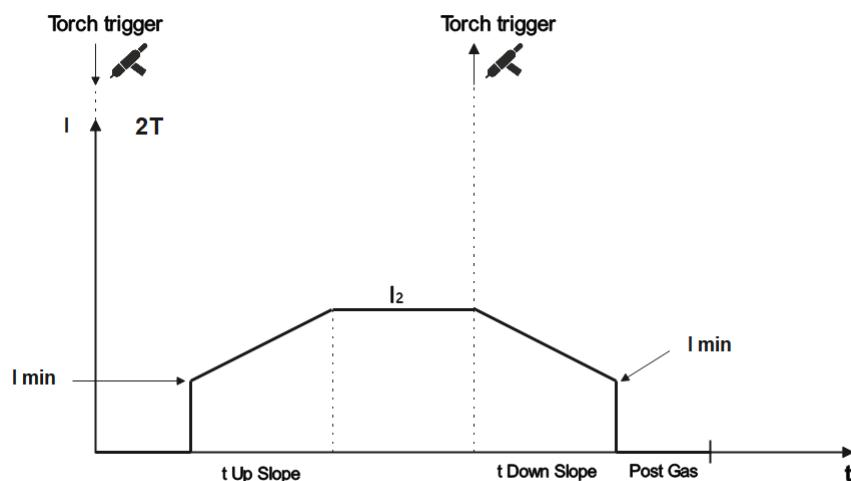

Fig 11.
* 2T – Quando o gatilho da tocha (Torch trigger) é pressionado, o gás começa a fluir até que o soldador faça a ignição pelo LIFTIG (ver Fig. 11) e o arco é estabelecido. A corrente sobe de acordo com o tempo de UPSLOPE para o valor ajustado de I_2 . Quando o gatilho da tocha é libertado, a corrente diminui de acordo com o valor de ajuste de DOWNSLOPE, o arco se extinguisse e o tempo do POST GAS comece.
** 4T - Quando o gatilho da tocha (Torch trigger) é pressionado, o gás começa a fluir até que o soldador faça a ignição pelo LIFTIG (ver Fig. 11) e o arco é estabelecido. Pode libertar o gatilho. A corrente sobe de acordo com o tempo de UPSLOPE para o valor ajustado de I_2 . Quando o gatilho da tocha é pressionado, a corrente diminui de acordo com o tempo ajustado de DOWNSLOPE, o arco se extinguisse e o tempo do POST GAS comece.